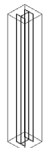

图 5-16 放置结构柱
(4) 单击“结构”选项卡“结构”面板上的“柱”按钮，打开“修改|放置结构柱”选项卡和选项栏，单击“垂直柱”按钮。
(5) 单击“多个”面板上的“在柱处”按钮，打开“修改|放置结构柱 > 在建筑处”选项卡，选择前面创建的建筑柱，单击“多个”面板中的“完成”按钮，在建筑柱中放置结构柱，如图 5-16 所示。